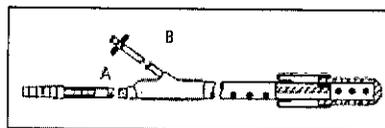

Figura 2. Tubo calibrador
El tubo calibrador se suministra limpio y no estéril y no requiere esterilización. El tubo calibrador es un tubo de silicona translúcido de doble luz y 157 cm de longitud con una punta sensora de 13 mm de diámetro en su extremo distal. Como se muestra en la figura 2 a continuación, el tubo calibrador utiliza una luz para el drenaje, la aspiración y la irrigación (A), y la segunda luz para inflar/desinflar el balón de fijación (B). A 3,5 cm del extremo distal del catéter se encuentra un balón de 15 a 25 cc que se utiliza para ajustar de forma controlada la posición y el tamaño de la bolsa gástrica. El balón se infla a través de un puerto de inflación que permanece externo durante el procedimiento. El tubo calibrador es de un solo uso.